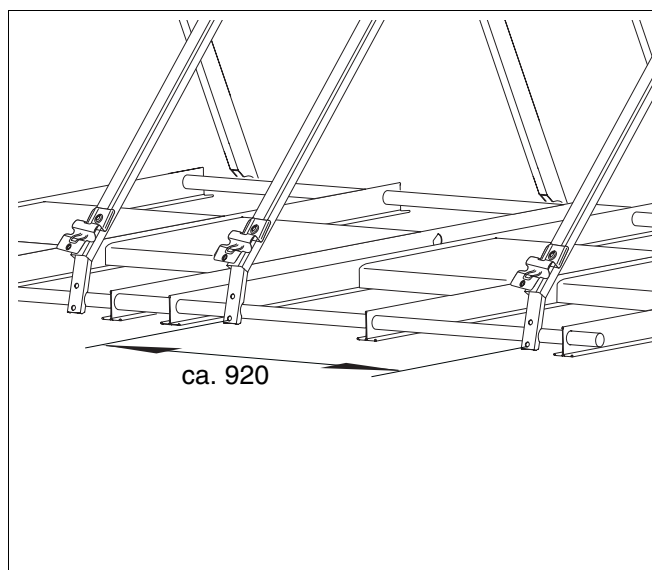

Fig. 26 Distancia de los apoyos del colector (medida en mm)
- ▶ Mida la distancia en la base del apoyo (fig. 26).